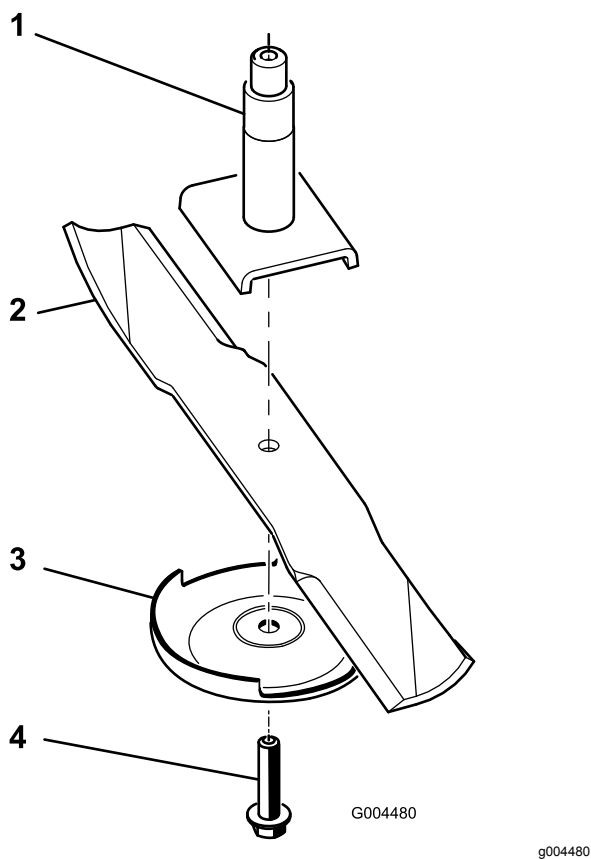

Figura 74
2. Ruotate il bullone della lama in senso orario per rimuoverlo (Figura 74).
3. Rimuovete la piastra antistrappo e la lama dall'asse del mandrino (Figura 74).